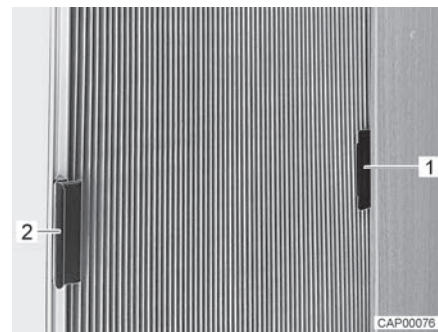

Bild 8 Faltdunklung für Seitenscheibe (geschlossen)
- Faltdunklung jeweils am Griff (Bild 8,1) in den Aufsatz (Bild 8,2) schieben. Die Faltdunklung ist damit gegen versehentliches Schließen gesichert.